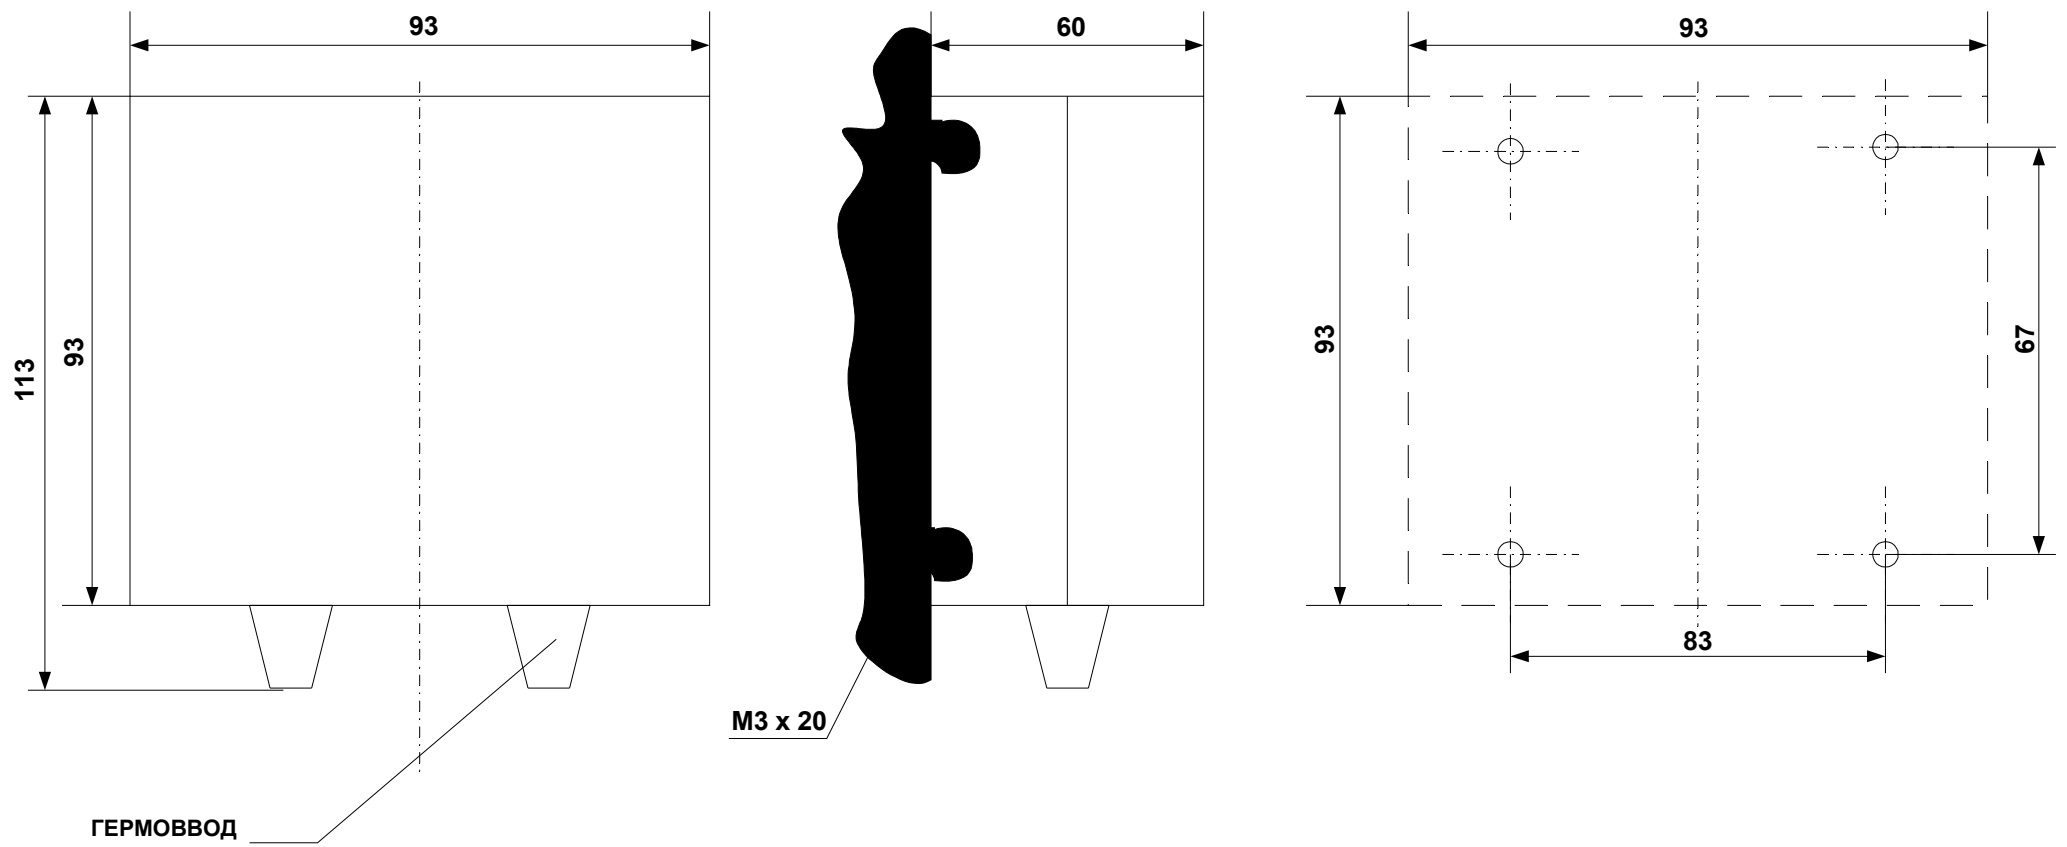

**Рис.3 СХЕМА ПОДКЛЮЧЕНИЯ МТД К ПУСКАТЕЛЮ**
5.5 Подключение прибора производится в соответствии с рис. 3,4. При подключении прибора в корпусе настенного и щитового крепления необходимо снять с него верхнюю крышку, для обеспечения доступа к клеммнику (см. рис. 8). При подключении прибора в корпусе для монтажа на DIN – рейку установите перемычку ( $S=1,0\text{мм}^2$ ) между клеммами обозначенными цифрами 1 (рис.1б), дальнейшее подключение прибора производится в соответствии с рис 3,4.